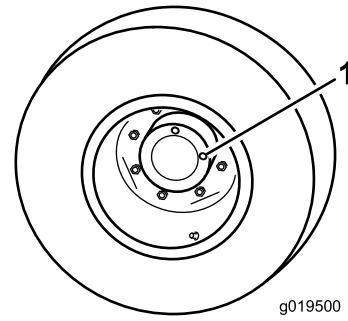

Figura 72
1. Con la máquina en una superficie nivelada, coloque la rueda con un tapón de verificación en la posición de las 12 y el otro en la posición de las 3 (Figura 72).
1. Tapón de verificación/drenaje (2)
2. Retire el tapón de la posición de las 3 (Figura 72).